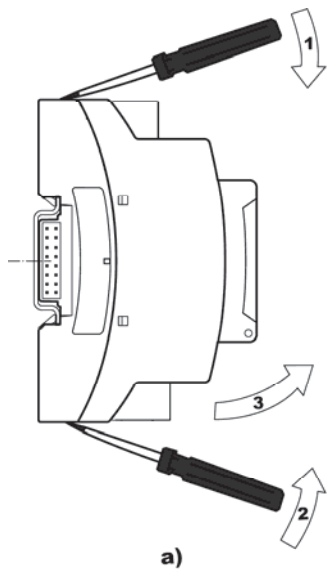

Рисунок 5.3 – Демонтаж модуля с DIN-рейки
- при помощи отвертки открыть защелки, фиксирующие контроллер на DIN-рейке (см. рисунок 5.3, а).
- для снятия соединителя следует поддеть пальцами одновременно все его крючки, потянуть на себя (см. рисунок 5.3, б).